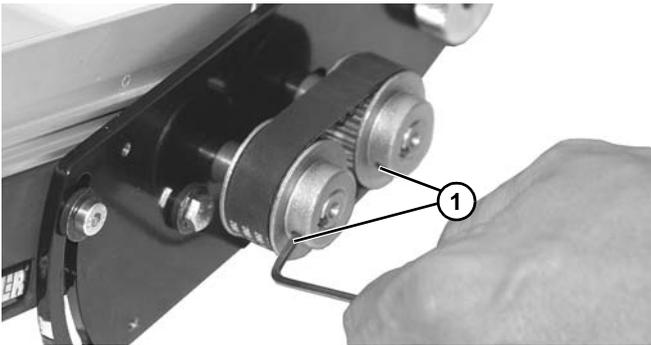

Figura 21
- 11. Asegúrese de que ambas poleas están niveladas con el eje y apriete los tornillos de fijación (Figura 21, artículo 1) en las poleas.